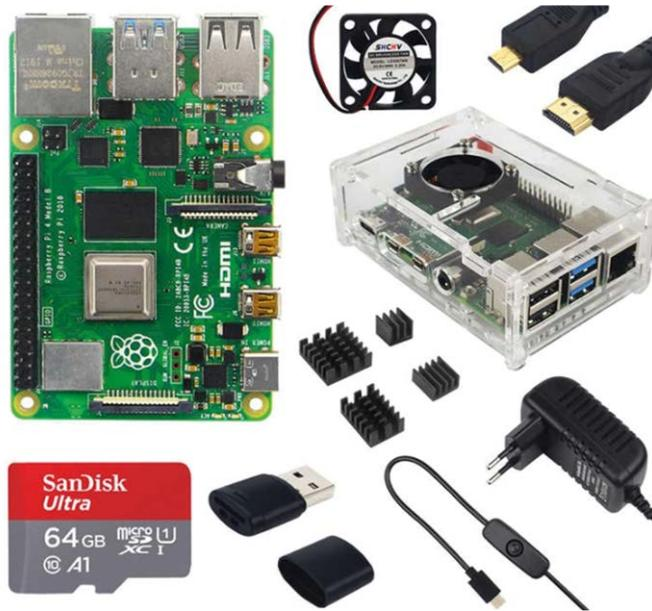

Abbildung 1.17: Raspberry Pi als Bausatz
- Kauf des Raspberry Pi 4 als Bausatz (siehe Abbildung 1.17) mit Prozessorplatine, Netzteil, Micro-SD-Karte mit bereits geladenem Betriebssystem, Lüfter, Kabel usw.